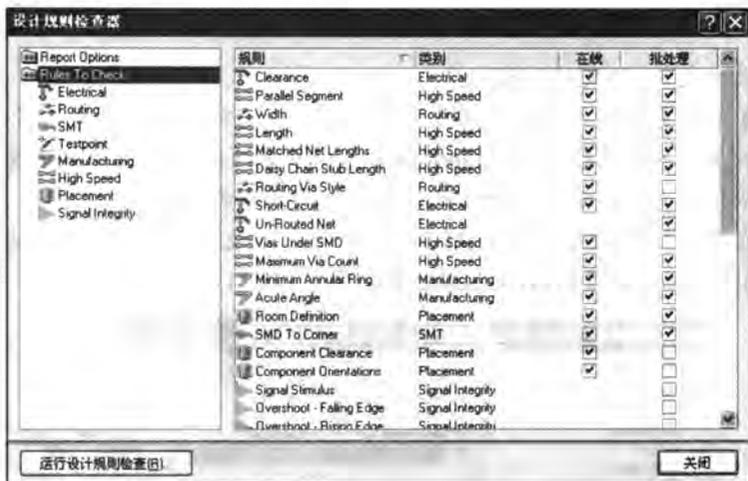

图 11-2 检查规则设置
2) **【Rules To Check】** 校验规则设置主要用于设置需要进行校验的设计规则及进行校验的方式 (是在线还是批处理), 如图 11-2 所示。